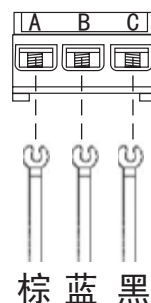

图15
- 将连接电缆如下图将头部弯折，并分别按不同颜色的线牢固的固定到接线盖板相对应的位置，紧固力矩（5kgf.cm）。（如图15）
- 连接电缆连接结束后，必须按图15所示装上接线盖板。
- 然后用手将面框右下角风室下盖板 ①、② 处的勾子沿箭头相反方向推紧，装上风室下盖板。